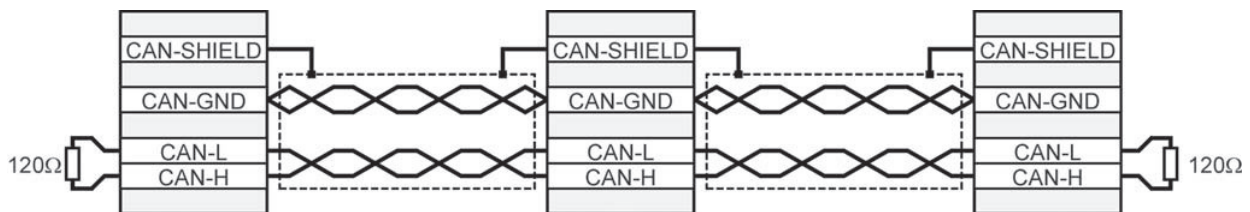

Abbildung 26: Verkabelungsbeispiel für CAN-Bus
- ❖ Die einzelnen Knoten des Netzwerkes werden grundsätzlich linienförmig miteinander verbunden, so dass das CAN-Kabel von Servopositionierregler zu Servopositionierregler durchgeschleift wird (Siehe Abbildung 26).